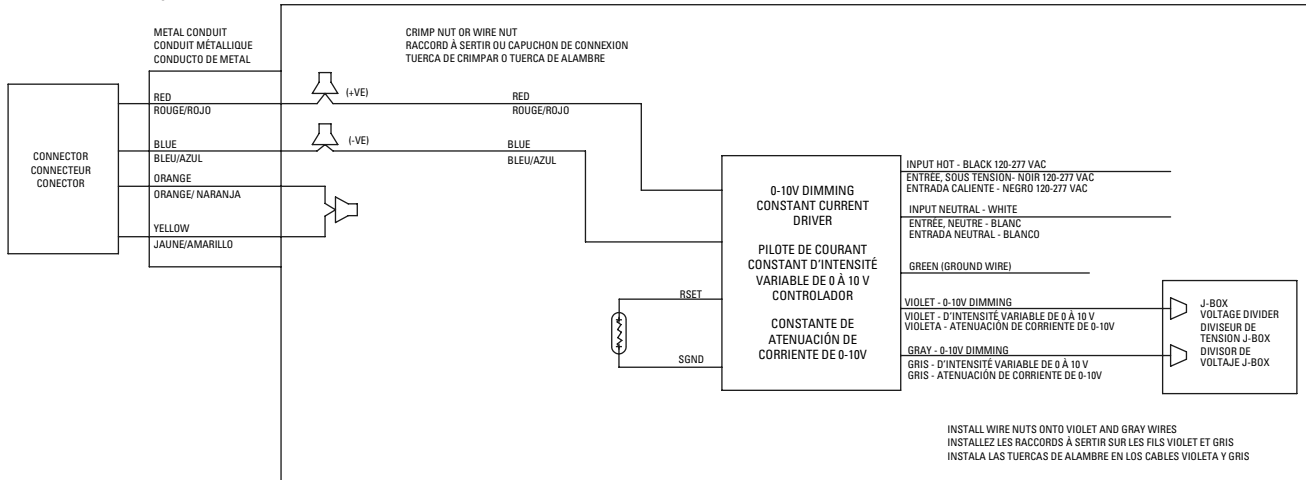

Fig. 4
1. Partially install 2 #8 screws halfway in junction box holes (see Fig. 4).
1. Fixez à moitié 2 vis n° 8 dans les trous de la boîte de jonction (voir Fig. 4).
1. Instale parcialmente 2 tornillos n. ° 8 a medias en los orificios de la caja de derivación (vea Fig. 4).